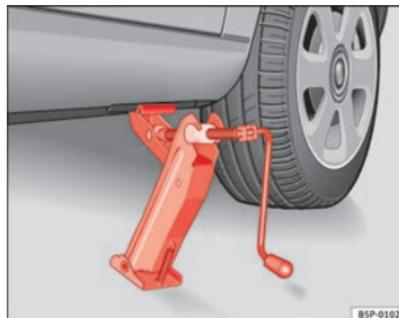

Fig. 182 Colocação do macaco
- Ajuste o macaco de modo a que a respectiva garra envolva o perfil da longarina inferior e a base móvel fique totalmente assente no chão ⇒ Fig. 182.